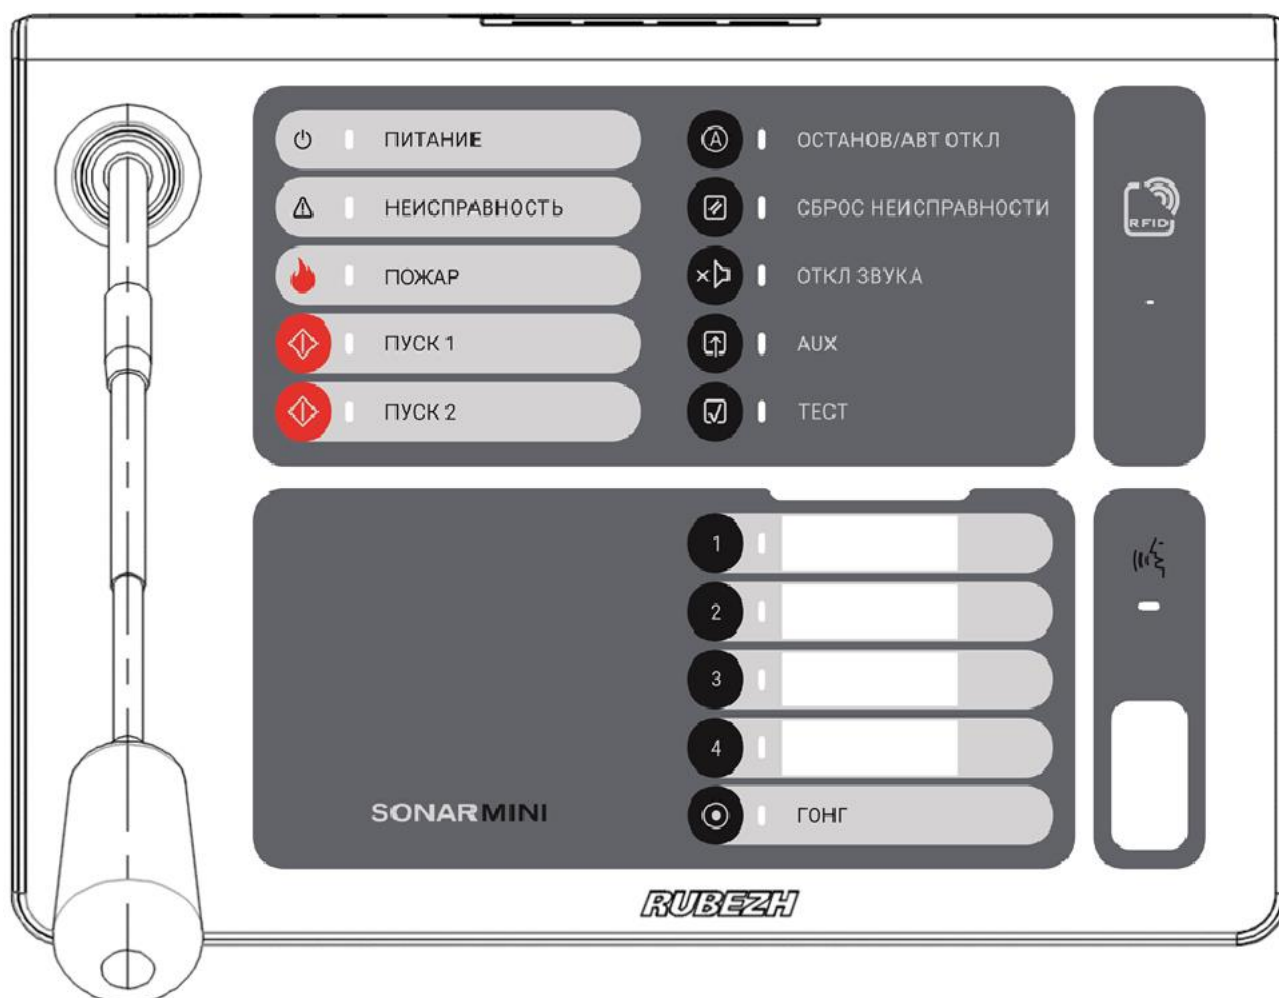
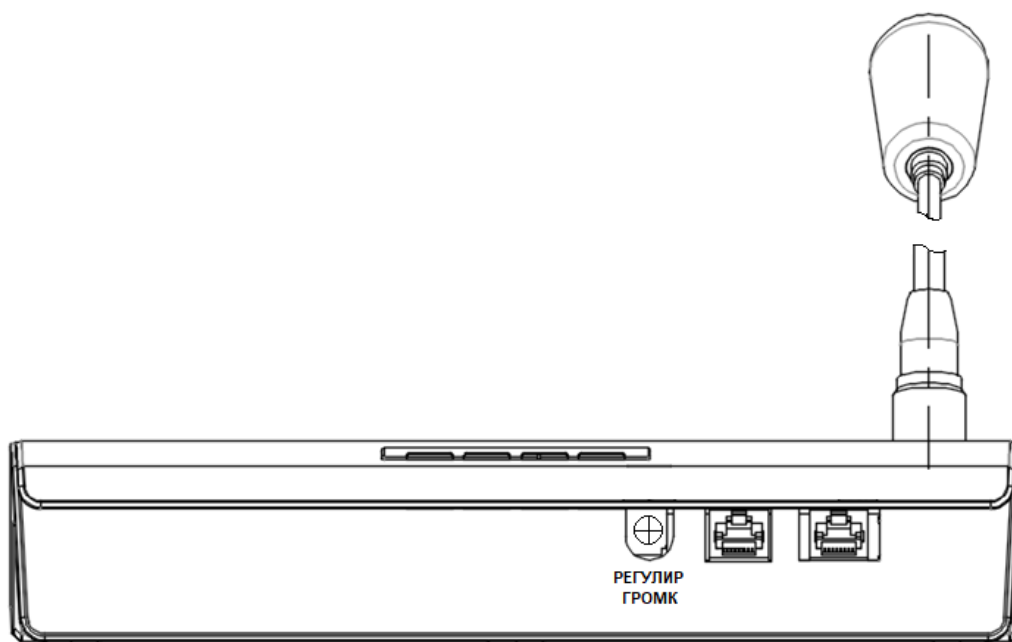

Рисунок 1 - Лицевая панель пульта «SMRM-4»
Рисунок 2 - Задняя панель пульта «SMRM-4»
2.6 На лицевой панели пульта (см. рисунок 1) расположены органы управления (кнопки) и единичные индикаторы, отображающие информацию о режимах работы пульта. На задней панели пульта (см. рисунок 2) расположены два разъема RS-485 (разъемы типа RJ-45) и потенциометр РЕГУЛИР ГРОМК.
Примечание - заглушка терминаторная устанавливается в разъем RJ-45, расположенный на задней стенке пульта (см. рисунок 2). Заглушка устанавливается в последний (из трех) пульт в линии.